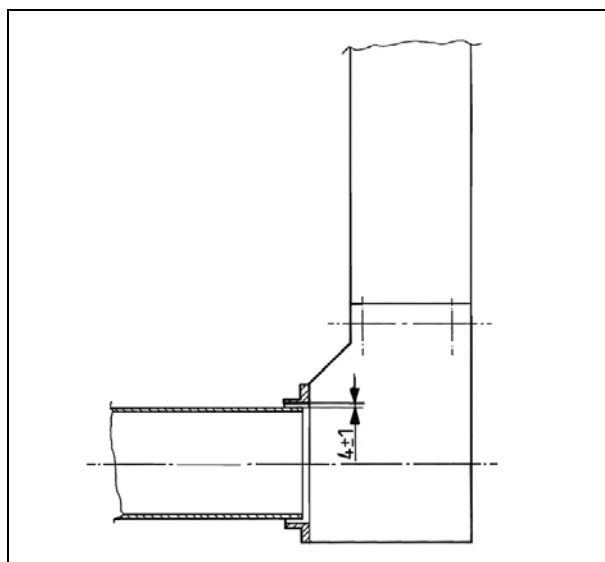

Рисунок 5
- Отрегулируйте желоб элеватора так, чтобы между трубой шнека и входным отверстием элеватора был зазор 4 ± 1 мм (Рис. 5).